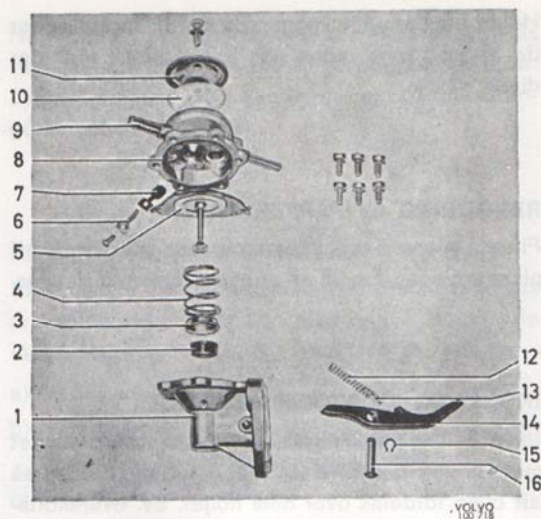

Bild 102. Bränslepump, typ II
2. Ta bort en låsring (15, bild 102) från hävarmsaxeln (16). Pressa ut axeln. Dra ur hävarmen (14) och fjädern (12).
3. Ta bort membranet med fjäder (5), styrning (3) och gummitätning (2). Fjädern kan demonteras sedan gummitätningen krängts över nylonbricken.
4. Lossa skruven på undersidan av överdelen, ta bort stopparmen (6) och fjäderventilen (7). Inloppsventilen kan ej demonteras.